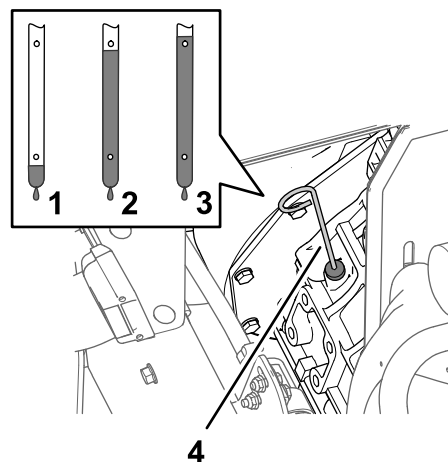

Figura 74
6. Rimuovete l'asta e controllate il livello dell'olio nel motore (Figura 74).
7. Aggiungete lentamente olio aggiuntivo specificato per portare il livello fino al segno Full sull'asta di livello (Figura 74).